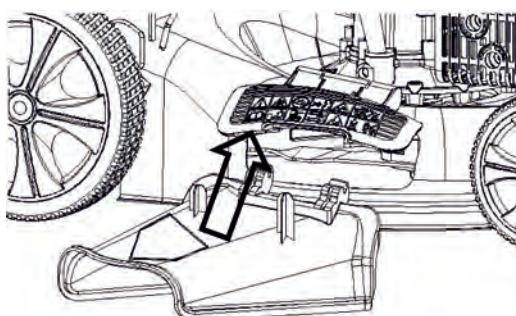
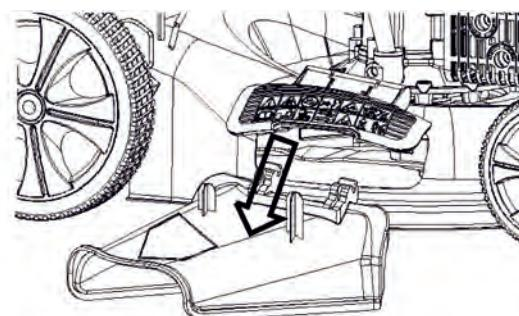

Рисунок 1
Рисунок 2
4. Функция бокового выброса: установите желоб бокового выброса (Рис.1). Если необходимо только мульчирование: снимите желоб и закройте крышку. Установите заглушку заднего выброса (Рис.2)